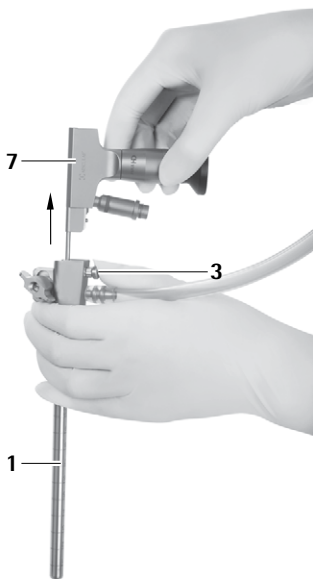

Fig. 11
- Pulsar el botón de desenclavamiento **3** y extraer el endoscopio **5** del trocar MINOP InVent 1, ver Fig. 11.